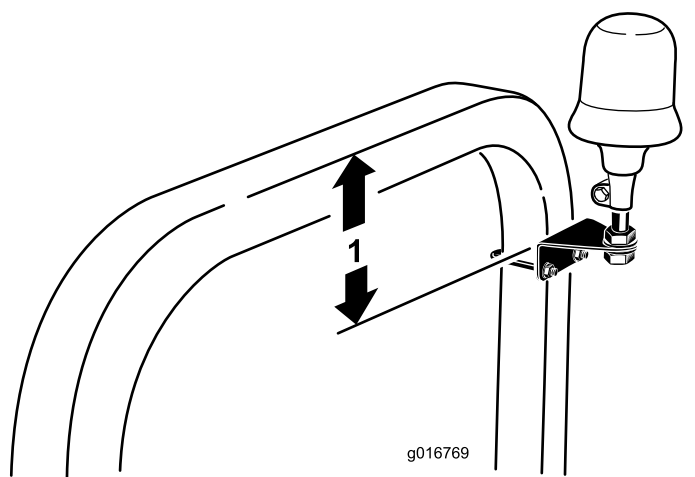

図 8
- ビーコンブラケットの位置を調整するROPS最上部から 24 cm 離して U ボルトのナットを締め付ける 図 8。